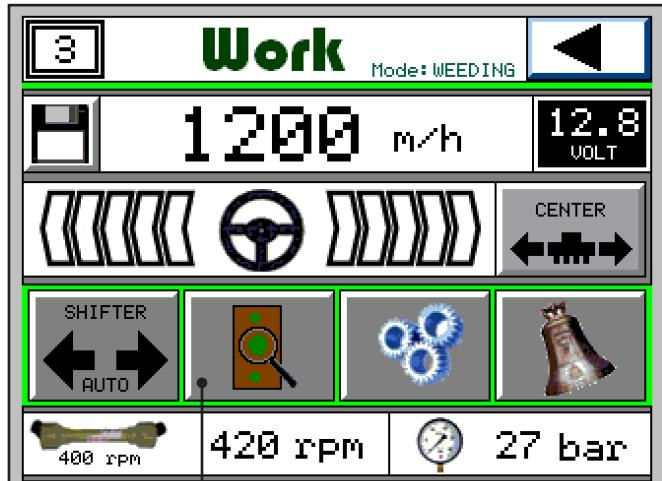

Fig. 7
- 15) Avanzando lentamente con il trattore, controllare la lettura degli infrarossi premendo il tasto (**Q** - Fig. 7).
- 15) While slowly proceeding with the tractor, check the scanning of the infrared by pressing the button (**Q**- Fig. 7).
- 15) Avancer lentement avec le tracteur (les houes sont toujours désactivées). Tandis que l'on avance il faut contrôler la lecture des infrarouges en poussant sur le menu WORK le bouton (**Q** - Fig. 7).
- 15) Avanzando lentamente con el tractor, controle la lectura de los infrarrojos pulsando la tecla (**Q** - Fig. 7).